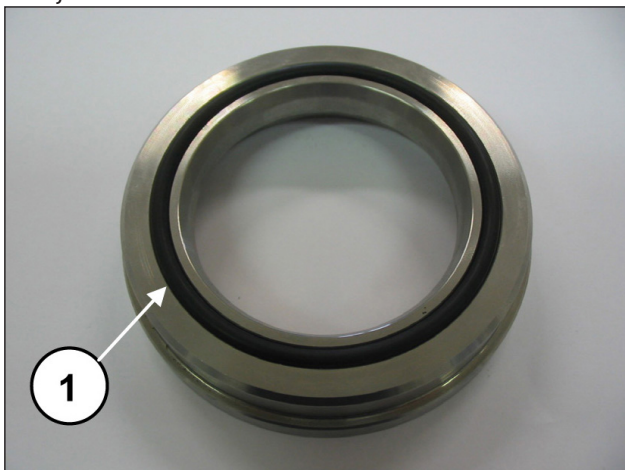

Fig. 168
Montar en la anilla del cuello de las arandelas de prensaestopas la junta tórica (pos. ①, Fig. 168) y colocarla en el alojamiento de la cabeza.